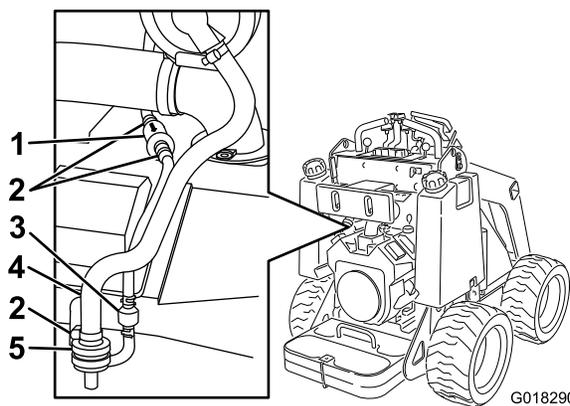

Figura 21
- Afloje la abrazadera por encima del filtro de aire del cartucho de carbón (Figura 21).
- Retire y deseche el filtro de aire (Figura 21).
- Instale un filtro nuevo en la manguera y sujételo con la abrazadera (Figura 21).
- Aleje del filtro las abrazaderas de muelle de ambos lados del tubo de purga del cartucho de carbón (Figura 21).
- Retire y deseche el filtro del tubo de purga (Figura 21).
- Instale un filtro nuevo en el tubo con la flecha del filtro apuntando hacia la válvula de retención, y sujételo con las abrazaderas (Figura 21).